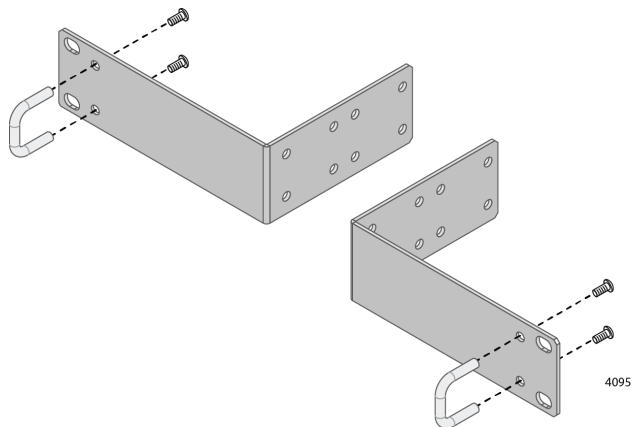

Рисунок 13. Крепление рукояток к кронштейнам
5. Прикрепите рукоятки к кронштейнам, как это показано на рис. 13.